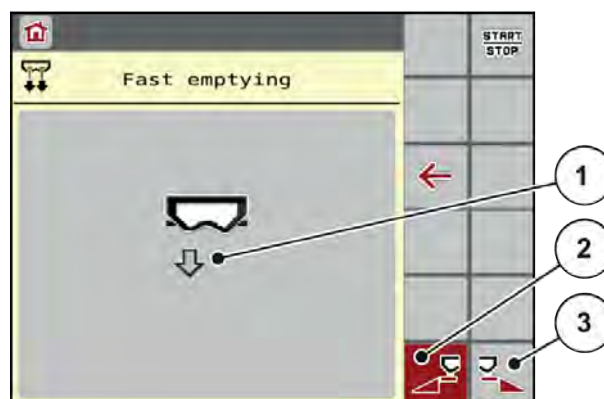

Fig. 17: Meniu Fast emptying - Golire rapidă (golire rapidă)
*Pe ecran se afișează, sub formă de simbol, lățimea parțială selectată (Fig. 17 Poziția [3]).*